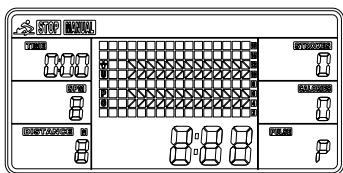

Fig. 4
**(1) MANUAL (MANUEL) (Fig. 4):** Il existe 2 options en mode MANUEL.